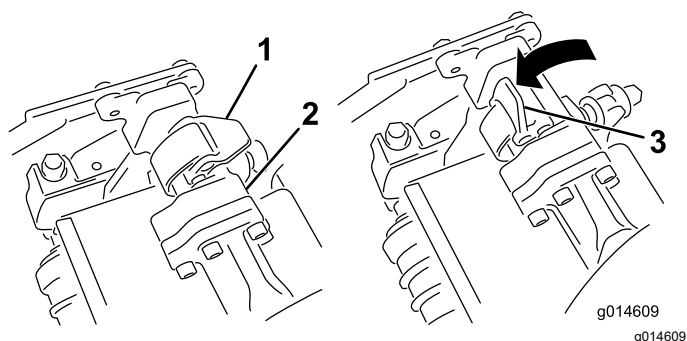
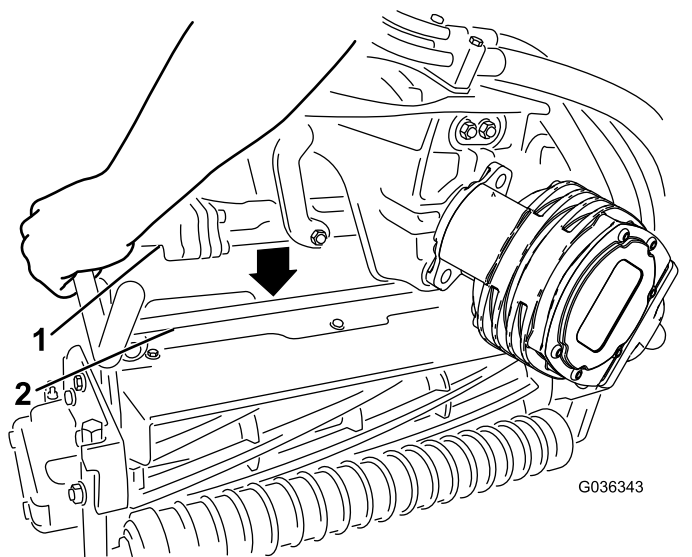

Figura 62
Figura 63
4. Con los enganches del brazo de suspensión orientados hacia arriba (es decir, abiertos (Figura 62), empuje hacia abajo el brazo de suspensión de modo que la barra encaje en la barra situada en la parte superior de la unidad de corte (Figura 63).
- Presione los enganches hacia abajo alrededor de la barra de la unidad de corte y bloquéelas (Figura 62).
5. Abra los enganches de la barra del brazo de suspensión de la unidad de corte que está retirando (Figura 62).